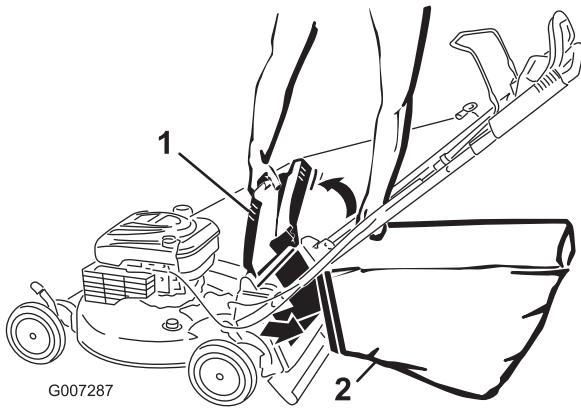

Figure 23
- Accrochez le bord supérieur avant du bac sur les crans (Figure 23).